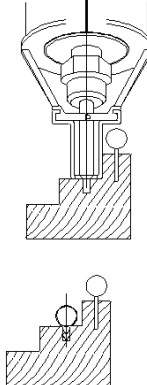

Fig. 12
5.2 FRESADOS CON GUÍA RECTA (Fig. 12 y 13)
Es posible el ranurado de ventanas, sin necesidad de desmontar las fijas. (Fig. 12).